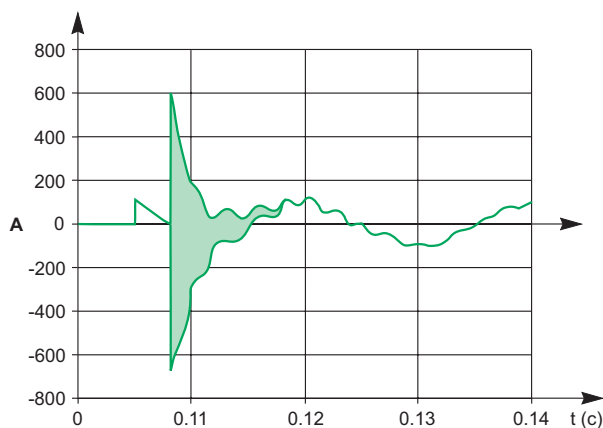

Рис. 10. Ток включаемой секции.
■ ток включаемой секции (рис.10),